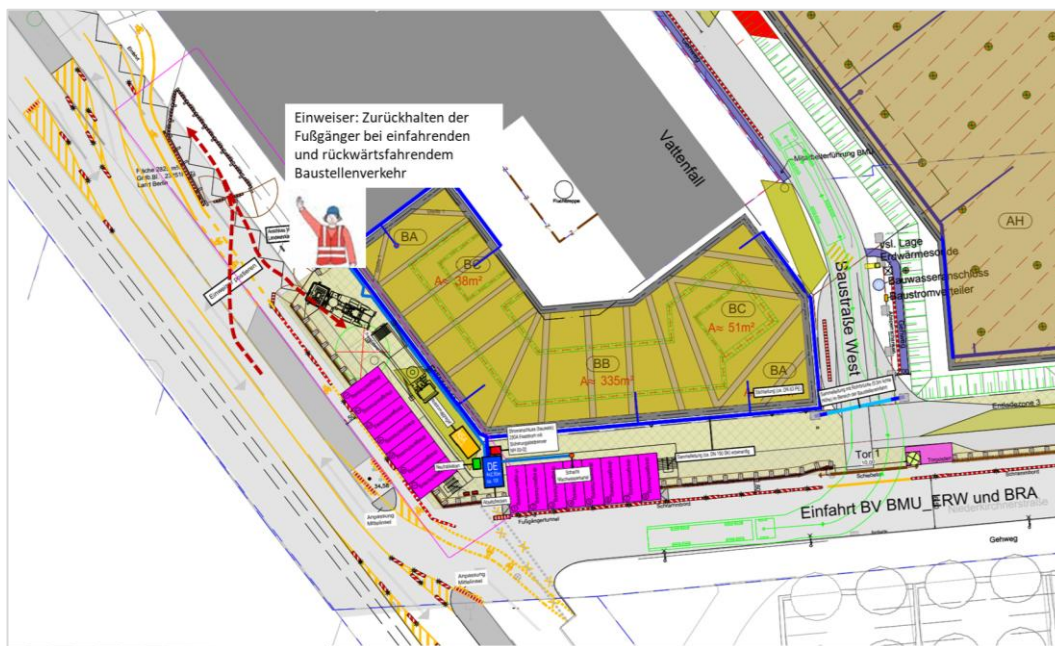

Abbildung 2: Einfahrt BE Stresemannstraße
- + Einfahrt aus Richtung südlicher Richtung kommend in die „Wendetasche“ und anschließend **rückwärts in die BE**. (Abbildung 2)